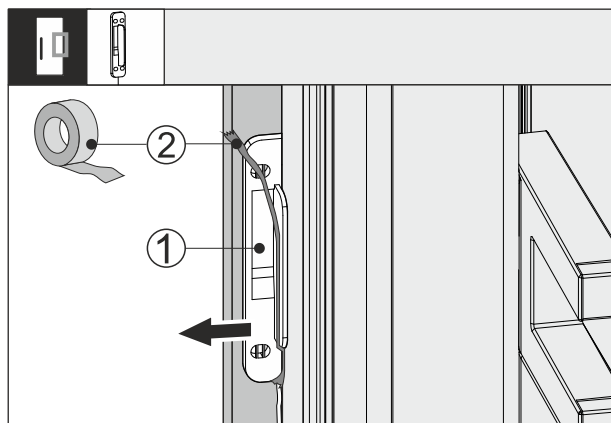

Fig. 65
- Allentare il nastro adesivo Fig. 65 (2) sul sensore di battito in testa Fig. 65 (1).